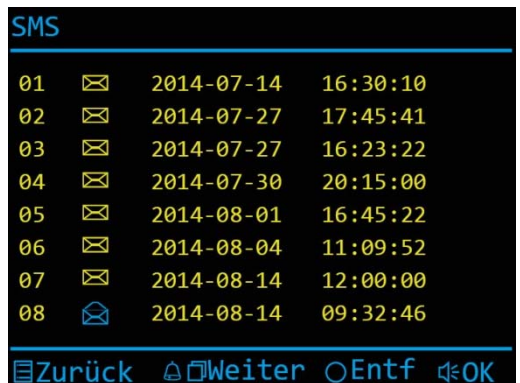

Abb. 27: Übersicht SMS
- ▶ Drücken Sie die Bildtaste  oder die Ruf AUS-Taste  und wählen Sie das Menü *Internruf* aus (Abb. 27).